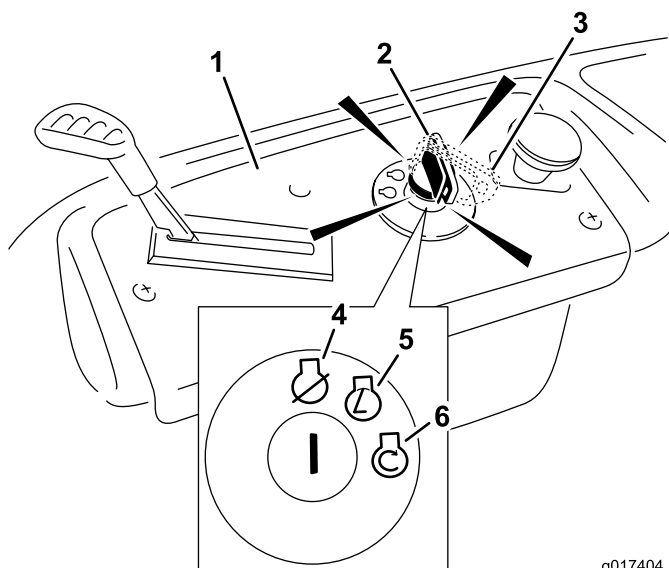

Figura 13
4. Gire la llave de contacto a Arranque para activar el motor de arranque. Cuando el motor arranque, suelte la llave (Figura 13).
- Mueva la palanca del acelerador a la posición de Rápido (Figura 13).